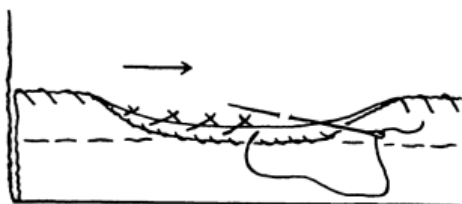

Рис. 9
### ПОТАЙНОЙ СТЕЖОК «НАЗАД ИГОЛКУ» (РИС. 9)
1. Закрепите нить с левой стороны изделия, поскольку стежки будут выполняться в направлении «сзади наперед», наподобие крестообразных стежков (рис. 9).
3. Сделайте вправо маленький косой стежок в подгибе под обметкой... Вернитесь вправо и продолжайте (рис. 9).